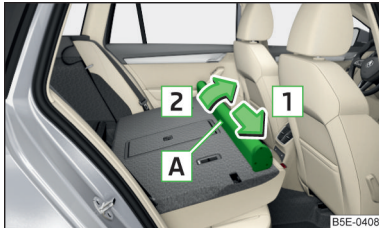

Abb. 149
- Das Gehäuse **A** in Pfeilrichtung **1** verschieben und aus den Aufnahmen in Pfeilrichtung **2** herausnehmen » **Abb. 149**.